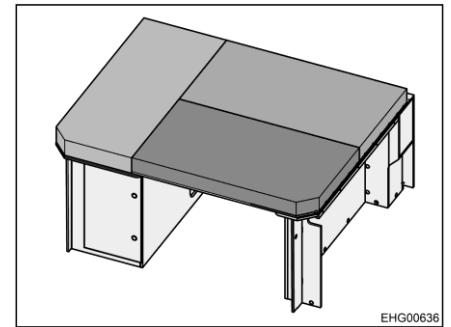

Fig. 38 Lit arrière (transformé en couchette)
- Répartir les coussins sur la couchette comme représenté à la Fig. 38.